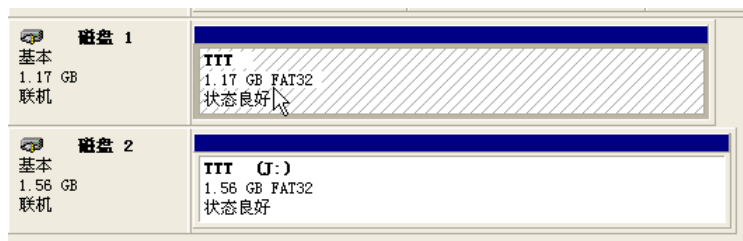

图 5-52 两个硬盘变成一个分区
(10) 查看磁盘管理，发现两个硬盘都变成了一个分区，如图 5-52 所示。